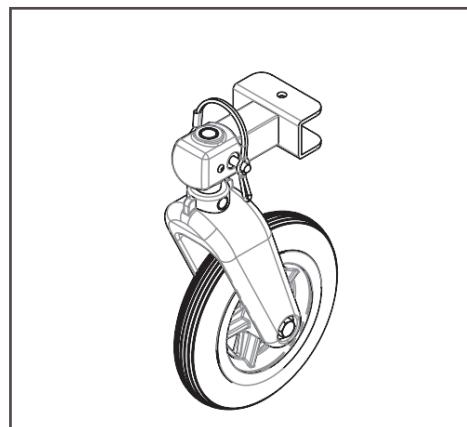

図30
1. スイベルホイールをクイックリリースピンを使ってホイール取り付けブラケットに取り付けます(図30)。